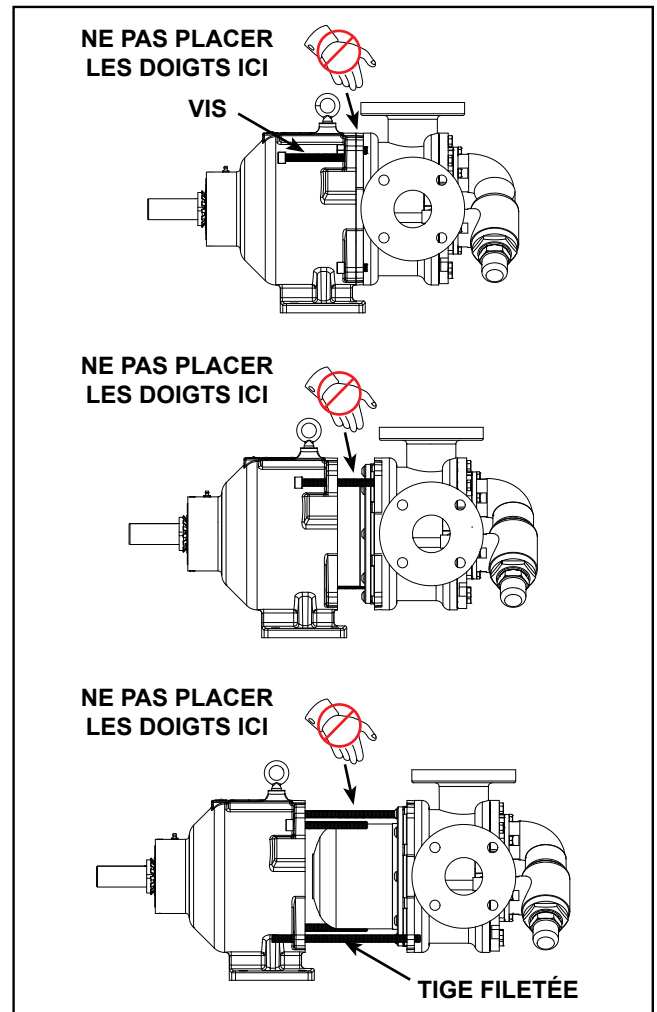

FIGURE 7
- Marquer la tête (40) et le corps de pompe (31) avant démontage pour assurer un remontage correct.
- Pour contrôler l'ensemble tête et axe (39 et 40) et l'ensemble satellite et bague (37 et 38), déposer les vis de fixation de la tête (43).
- Déposer la tête du corps de pompe. Si le corps n'a pas été vidangé à l'étape 1, prendre garde à l'écoulement de liquide entre la tête et le corps. Ne pas laisser le satellite tomber de son axe. Pour ce faire, incliner la tête de pompe vers l'arrière durant la dépose. Éviter d'endommager les cales d'épaisseur de tête (63) car elles sont toutes nécessaires pour maintenir le jeu longitudinal.
- Déposer les quatre vis à tête six pans creux (28) qui attachent la pompe au support. Si possible, soutenir la pompe au moyen d'un palan suspendu.
- Utiliser les vis-vérins (14) dans le support pour séparer l'ensemble aimants intérieurs (57) de l'ensemble aimants extérieurs (58), voir la séquence à la **Figure 7**. Pour maintenir la pompe et le support correctement alignés et pour plus de sécurité, il est conseillé d'utiliser deux longueurs de tige filetée (15 à 20 cm) dans les emplacements de vis diagonaux de la bride d'adaptation et les enfiler dans les trous correspondants du support.